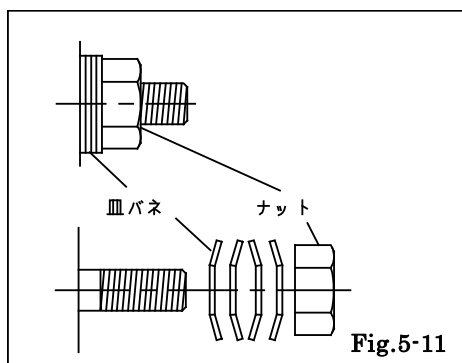

Fig.5-11
- ・皿バネの取り付け方向に注意すること。[Fig.5-11]